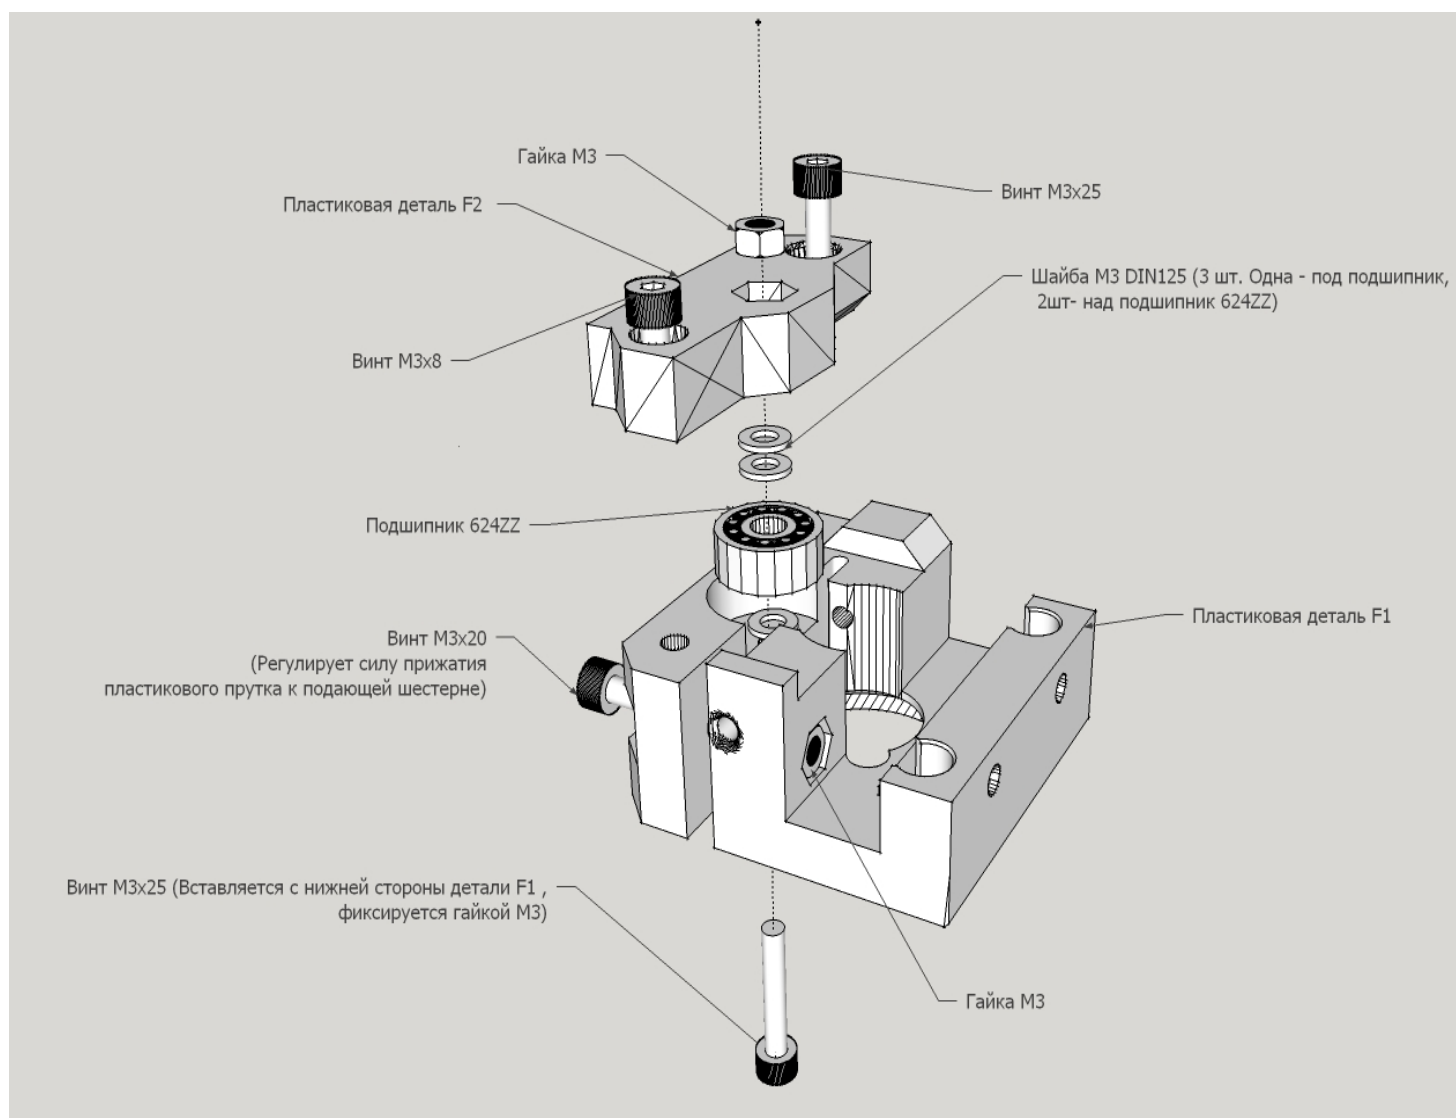

Рисунок 3.1. Сборка Узла подачи пластика.
3.1. Установите подшипник 624ZZ между двух пластиковых деталей F1 и F2, предварительно установив под него одну шайбу M3 DIN125 и на него две шайбы M3 DIN125. Для фиксации узла используйте винт M3x25, с обратной стороны установите гайку M3, как показано на рис. 3.1